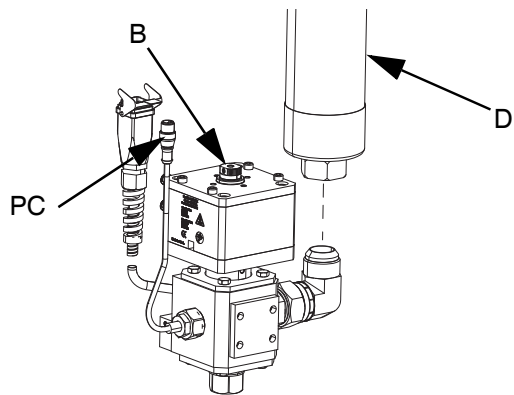

図 21
- 7. 2つのホースが使用されている場合、供給ホース 2 (D) をディスペンスバルブ (B) のインレット取り付け金具に接続してください。1つのホースしか使用されていない場合、供給ホース (C) をディスペンスバルブ (B) のインレット取り付け金具に接続してください。図 21 を参照してください。